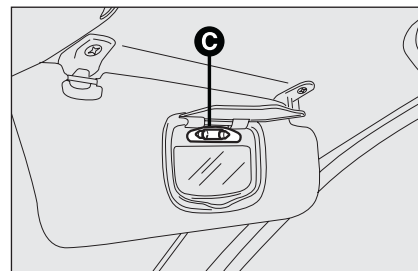

fig. 46
- ☐ sustituya la lámpara **C**-fig. 46 separándola de los contactos laterales asegurándose de que la lámpara nueva haya quedado bloqueada correctamente entre los mismos contactos.